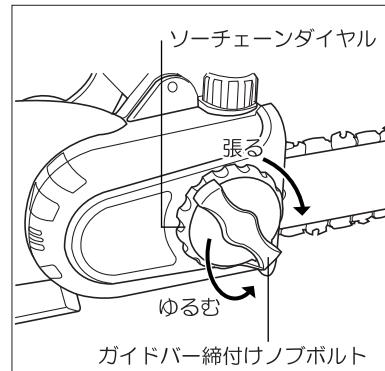

図4
- ガイドバー締付けノブボルトを左に1回転から1.5回転回して、ガイドバーの締付けをゆるめてください。(図4参照)
- ソーチェーンダイヤルを右に回して、ソーチェーンを張ってください。(図4参照)